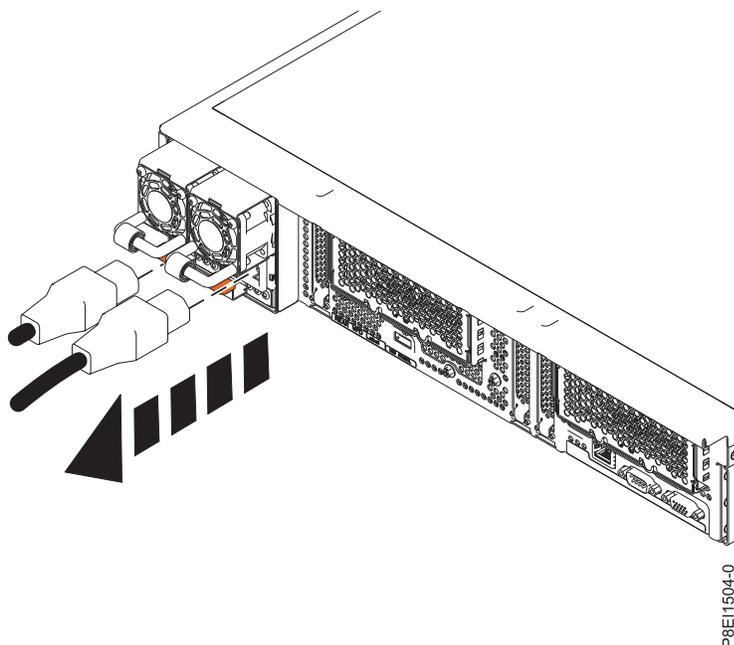

Figure 71. Retrait des cordons d'alimentation du système 8335-GTA ou 8335-GCA
4. Déconnectez les cordons d'alimentation de l'unité centrale. Voir la figure 71, à la page 109.